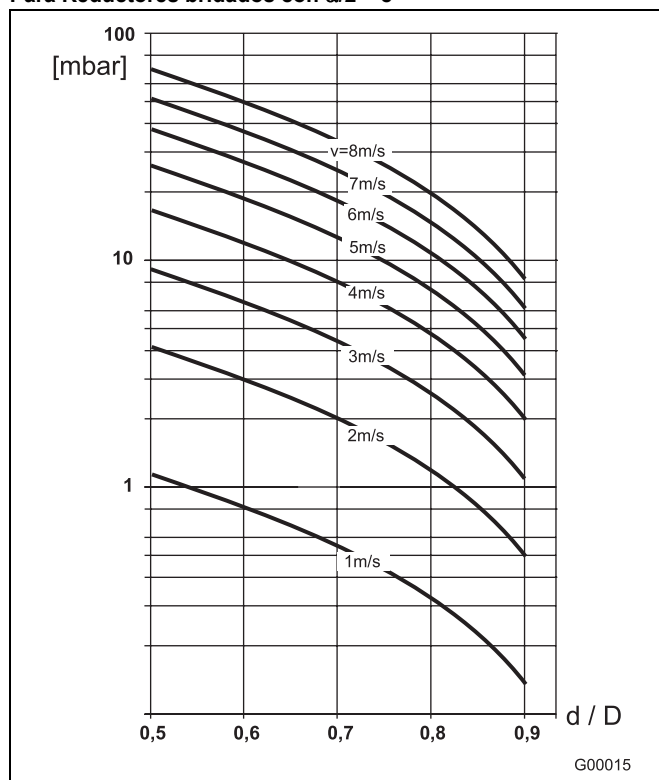

Fig. 10
2. Determinar la velocidad de flujo mediante el nomograma de rangos de caudal (Fig. 10)
3. Leer la pérdida de presión indicada en el eje Y de la Fig. 10.